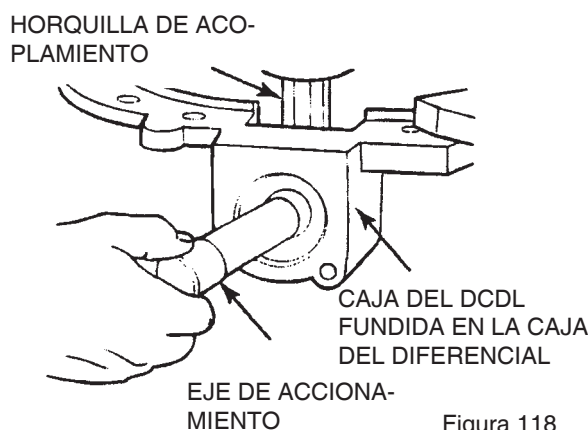

Figura 118
9. Tire el eje de accionamiento y retírelo de la caja del diferencial. Figura 118